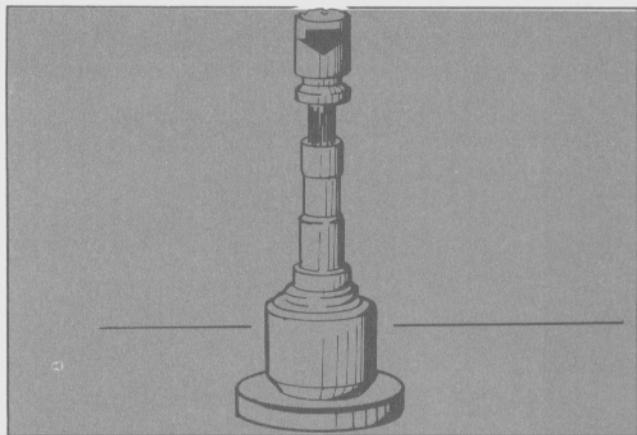

Fig. 76 - Colocación de la tapa.
- Utilizando una prensa, mantener presionado el extremo del semieje (venciendo la acción del resorte) y repujar cuidadosamente el borde de la tapa metálica (Fig. 76).